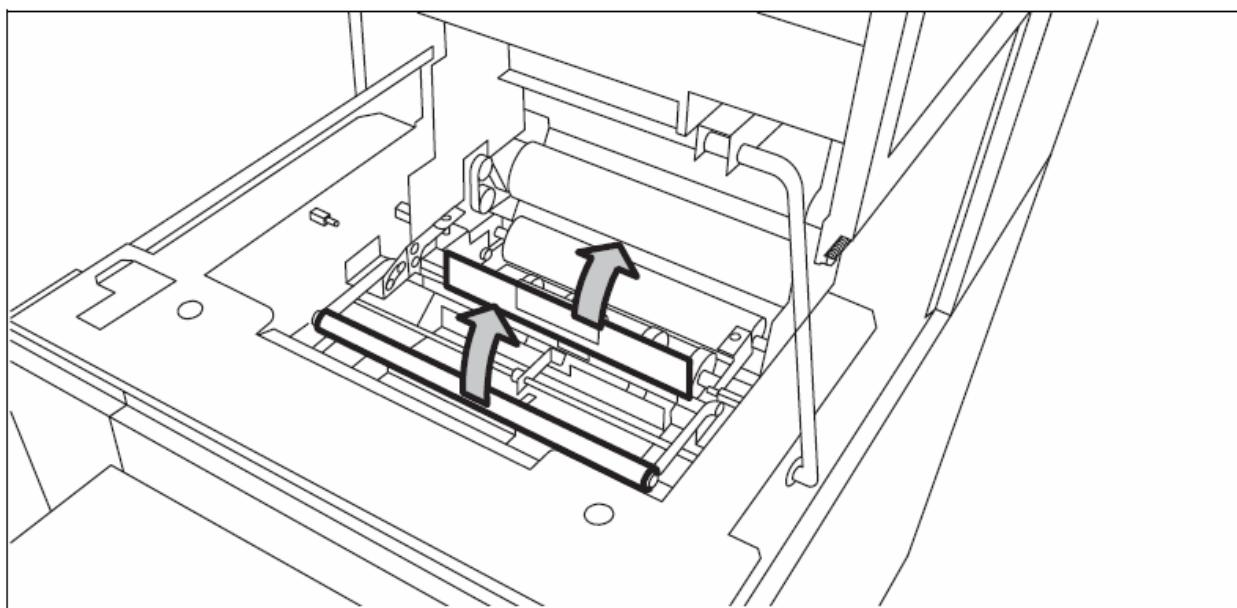

Рисунок 139: Показано, как открывать направляющую пластину
6. Откройте плату направляющей с рукоятками зеленого цвета (смотрите рисунок 139).